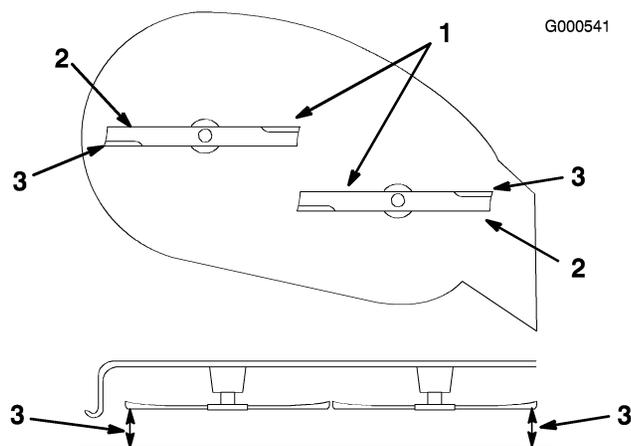

Figure 43
5. Tournez prudemment les lames pour qu'elles soient parallèles dans le sens transversal (Figure 43). Mesurez la distance entre les tranchants extérieurs et le sol plat (Figure 43). Si les deux mesures diffèrent de plus de 5 mm (3/16 pouce), un réglage s'impose. Poursuivez la procédure.